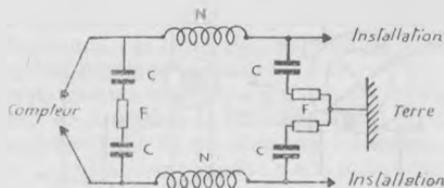

Fig. 37. — Filtre de compteur.
g) Si, l'antenne étant détachée du poste, il reste des parasites, c'est qu'ils sont véhiculés par le secteur jusqu'au poste. Il faut alors installer un filtre au compteur (fig. 37).